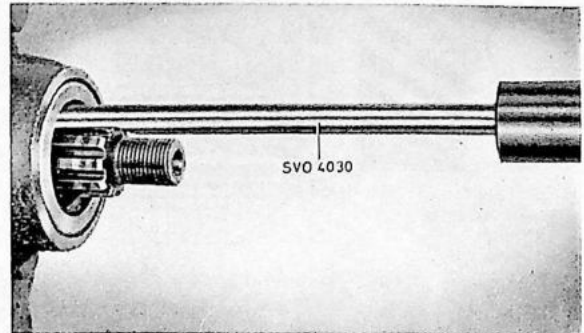
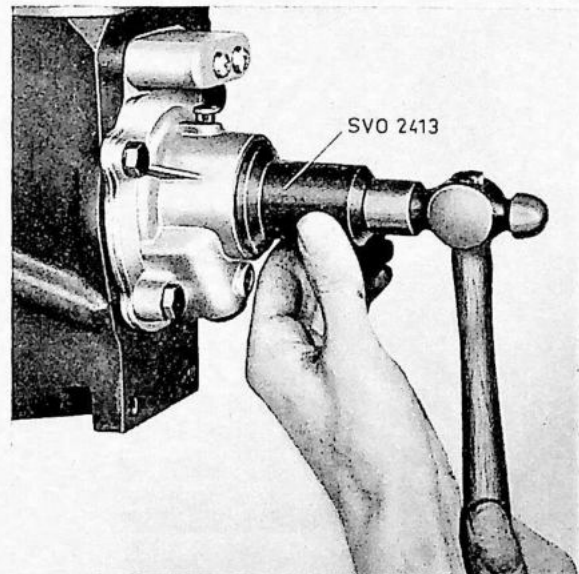

Fig. 4-25. Verwijderen van de oliekring
Fig. 4-26. Montage van de oliekring
3. Trek de oude oliekring eruit met de trekker SVO 4030; zie Fig. 4-25. Monteer de nieuwe oliekring met behulp van de stempel SVO 2413; zie Fig. 4-26.